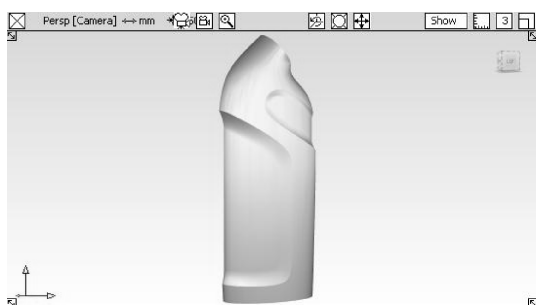

图 4-112 完成瓶体模型创建
- 41 完成瓶体模型构建，进行着色显示，旋转查看，如图 4-112 所示。